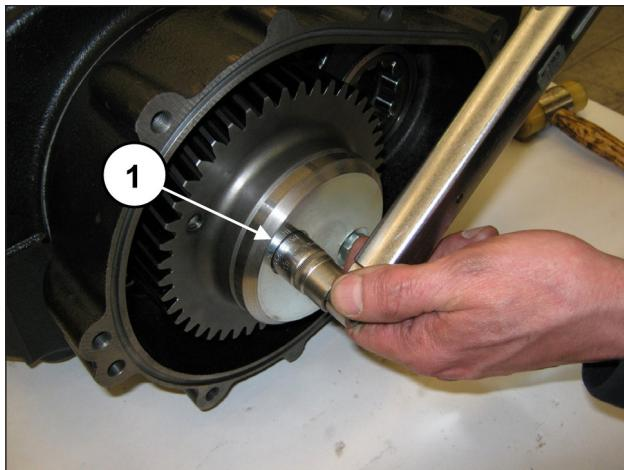

Fig. 79
Tarare le viti con chiave dinamometrica come indicato nel capitolo 3 (pos. ①, Fig. 79).